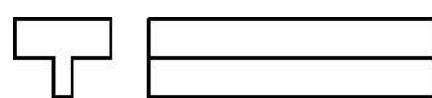
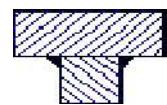

图 1-5
图 1-6
7、某厂生产一批如图 1-5 所示壁厚不等的 T 形梁铸钢件，铸后发生了翘曲变形；后改为如图 1-6 所示壁厚均匀的焊接件，焊后仍产生了变形；试分析两种成形方法获得的制件产生变形的主要原因并判断变形方向（用虚线表示）。为减小铸造变形，试重新设计铸件结构。（10 分）